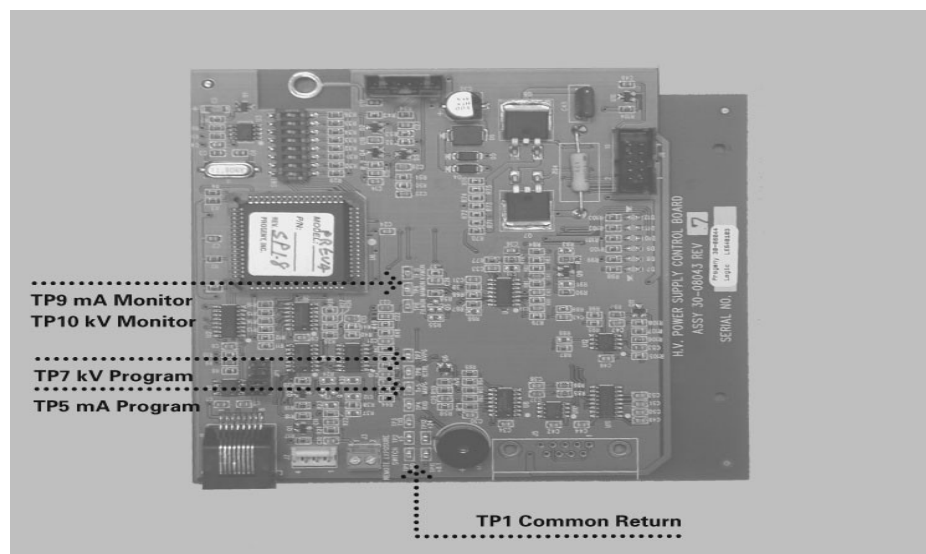

Рисунок 55
1. На контрольной плате питания приложите вольтметр к TP1, общий возврат, и TP7, программа kV, как показано на Рисунок 55. Сравните параметры со значениями в следующей таблице (Вольт постоянного тока):
2. Чтобы оценить значения обратной связи для напряжения, которые отображают измеренный киловольтаж внутри системы, сравните наблюдаемые величины с указанными в нижеследующей таблице. Чтобы правильно получить эти значения, установите время экспозиции на 1,5 секунд и замерьте значения постоянного напряжения только во время экспозиции. Такие замеры проводятся между TP1, общим возвратом, и TP10, монитором kV, как показано на Рисунок 55.
1. На контрольной плате питания поместите вольтметр на TP1, общий возврат, и TP5, программу mA, как показано на Рисунок 55. Сравните замеры со значениями в нижеследующей таблице (вольт постоянного тока).
2. Чтобы оценить значения обратной связи напряжения, которые показывают измеренный миллиампераж внутри системы, обратитесь к нижеследующей таблице; установите время экспозиции на 1,5 с и измерьте напряжение постоянного тока только во время экспозиции. Эти измерения проводятся между TP1, общим возвратом, и TP9, монитором mA, как показано на Рисунок 55.